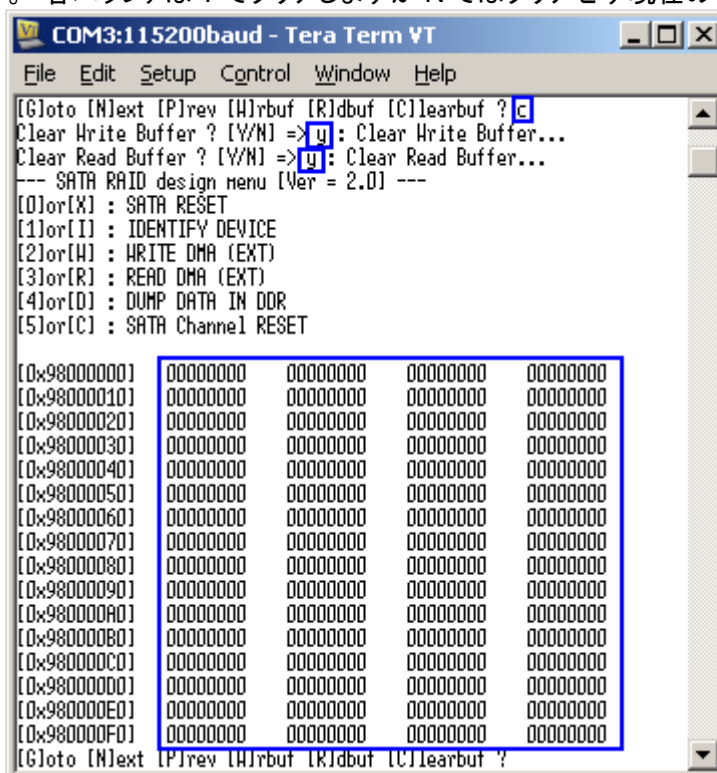

図 3-13: 'C'learbuf サブ・メニューの表示画面
- 'C': (Clear Buffer) : このサブ・メニューにより図 3-13 に示すように、ライト・バッファまたはリード・バッファをゼロクリアします。各バッファは'Y'でクリアしますが'N'ではクリアせず現在のデータを維持します。